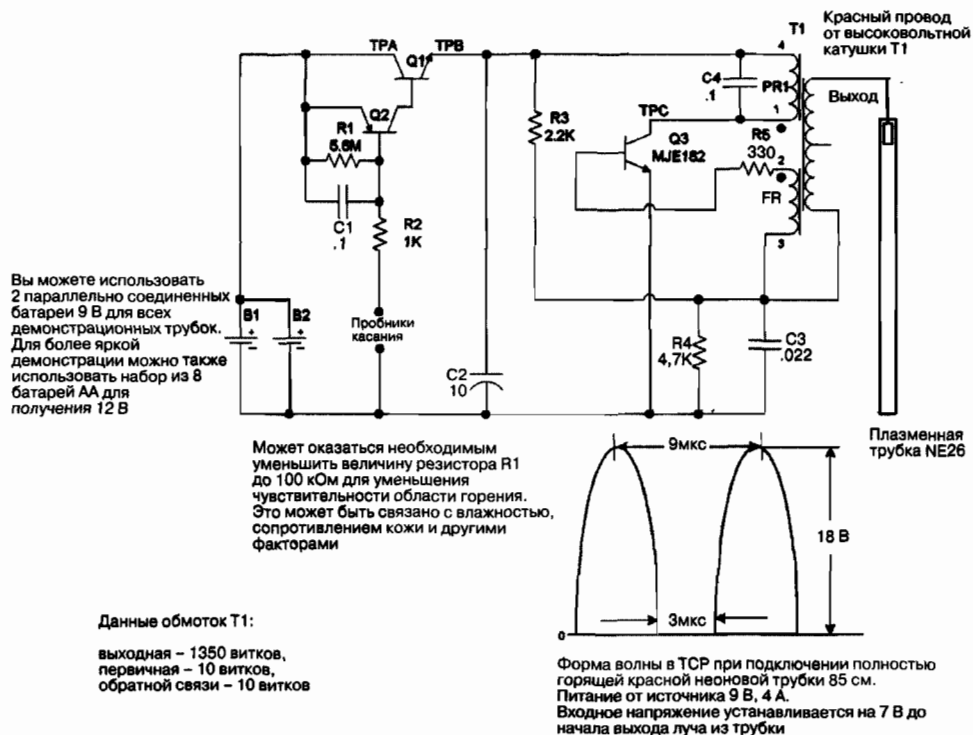

Рис. 21.2. Принципиальная схема плазменного светового меча
Система использует высокочастотный плазменный источник питания высокого напряжения, который требует только один электрод или внешний емкостной электрод для подачи питания на вход трубки демонстрации плазменного разряда (рис. 21.2). Внешний емкостной эффект значительно уменьшает стоимость изготовления этой плазменной трубки, поскольку не требуется внутреннего электрода или уплотнения перехода «стекло – металл». Также исключаются все заземления или электрические обратные провода, необходимые в обычных системах.
Генератор получает питание от батарей В1 и В2. Ток базы транзистора Q3 ограничивается резистором R4, база смещается в область проводимости резистором R3. Конденсатор С3 фильтрует низкочастотные помехи частотой около 100 Гц. Частота генератора на Q3 определяется резонансом параллельного контура, образованного индуктивностью первичной обмотки PR1 и емкостью накопительного конденсатора С4. Она составляет 110 кГц (соответственно период повторения равен 9 мкс (см. рис. 21.2)).
7. Установите диапазон амперметра 300–400 мА и при необходимости измените полярность. Установите контакт между (+) и (–) проводами клавиш. Неоновая трубка полностью загорится, и амперметр покажет ток 300 мА. Пожалуйста, обратите внимание на тестовые точки (см. рис. 21.2), если вы испытываете сложности при настройке. Объяснения даны в разделе, касающемся дополнительных тестовых точек.
Устройство на основе красной неоновой трубки длиной 90 см может потребовать питания 12 В, которые можно получить с помощью восьми элементов AA для полного включения устройства. Вы также можете использовать две ячейки AAA, последовательно соединенные с установленными двумя батареями 9 В. Соединения показаны выше (см. рис. 21.2). Этот подход обеспечивает соответствие с указанными рукоятками для фотовспышек. Тщательно проверяйте температуру корпуса теплоотвода для Q3. Теплоотвод не должен сильно греться, в противном случае выключите и проверьте устройство.